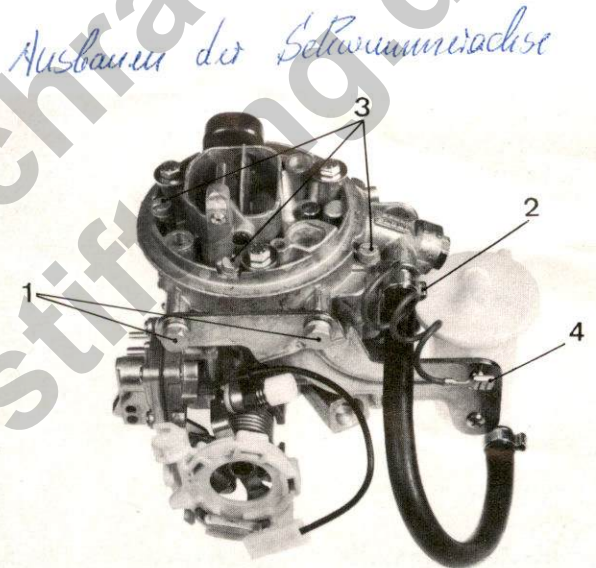

Abb. 15
- Die beiden **Befestigungsschrauben** der Gasblasenabscheiderhalterung (**Abb. 15**) abschrauben, die **Schelle** des Kraftstoff-Zuführungsschlauchs durchschneiden und den Gummischlauch abziehen.